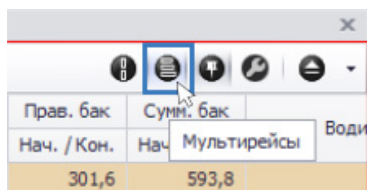

Рис.228. Включение режима мультирейсов.
- В Селекторе рейсов включить режим мультирейсов, нажав кнопку «Мультирейсы» в верхнем правом углу окна модуля (**Рис.228**). Данный режим разрешает разбивку на рейсы треков нескольких ТС.
Далее необходимо включить режим мультирейсов. Для этого нажать кнопку «Мультирейсы» в верхнем правом углу Селектора рейсов (Рис.228). Затем построить трек главного ТС и треки дополнительных ТС – мобильных КТ.